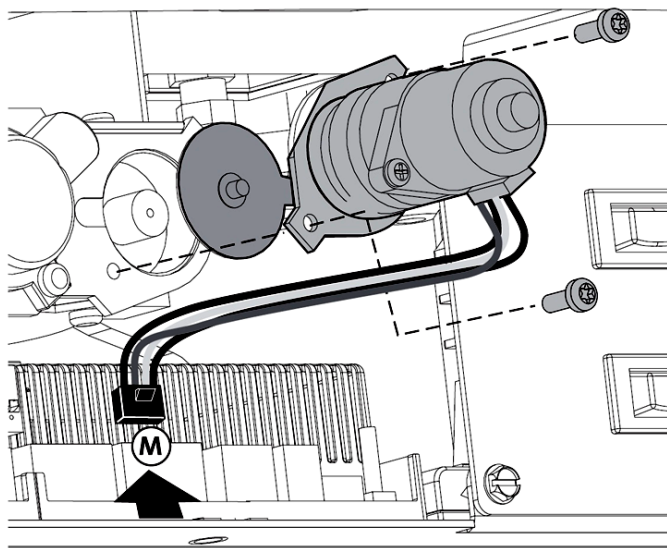

Figure 48. Installation du modulateur de flamme.
1. Avec un tournevis Torx T-20, retirez les deux vis de l'avant du régulateur manuel et retirez les composants, tel que montré à la fig. 48.
3. Connectez le faisceau de câble à la borne (M) de la face avant du panneau de contrôle IFC (fig. 48).